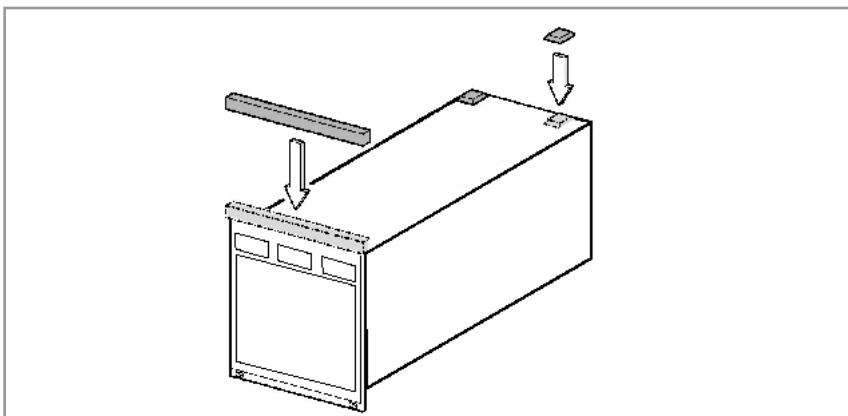

Abb. 3-1 Verwendung als Tischgerät
- Legen Sie das Mehrkanal-Messgerät wie in Abb. 3-1 dargestellt auf den Rücken
- Kleben Sie die im Lieferumfang enthaltenen beiden Gummifüße, wie in Abb. 3-1 dargestellt, auf den Gehäuseboden.